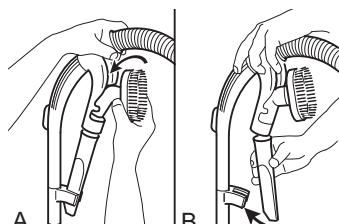

Abb. 10
- Stecken Sie die 2in1-Kombidüse in die Zubehörhalterung (Abb. 10/A).
- Stecken Sie die Fugendüse auf die Zubehörhalterung und klappen Sie sie an, bis sie hör- und spürbar einrastet (Abb. 10/B).